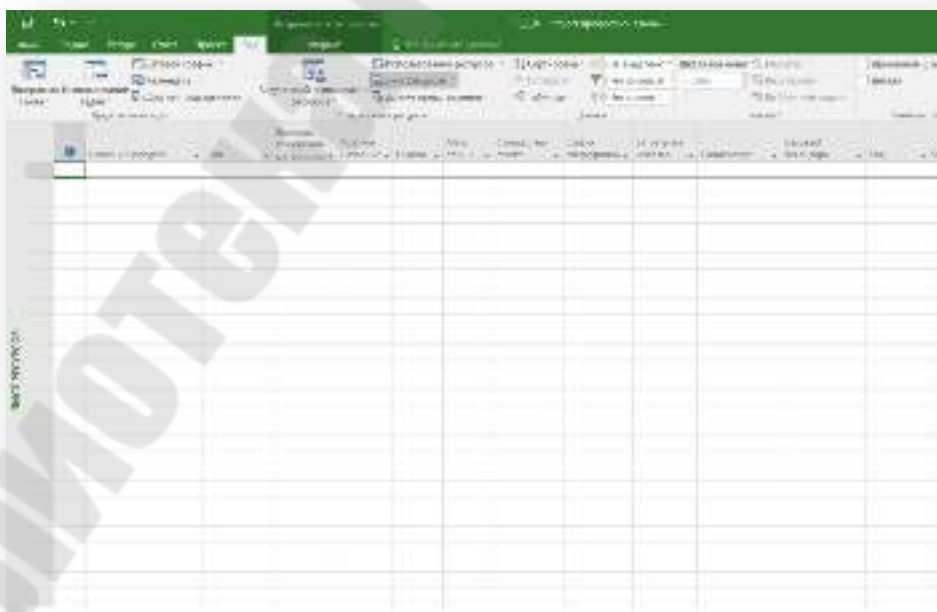

Рис. 2.26. Окно ввода списка ресурсов
2. Выбрать пункт меню *Вид/Лист ресурсов* (рисунок 2.26).